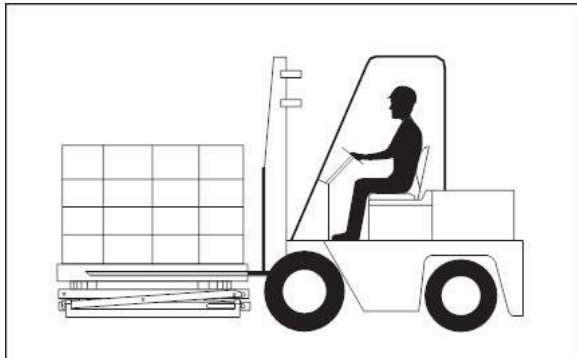

Рис. 7
1. Поместите груз на подъемник, затем опустите вилочный погрузчик. Перед снятием груза убедитесь, что вес несет агрегат, а не вилочный погрузчик. См. Рис. 7. Опускайте груз до тех пор, пока пружины на поддоне не будут полностью жаты. Убедитесь, что вилы на подъемнике не соприкасаются с внутренней частью поддона.